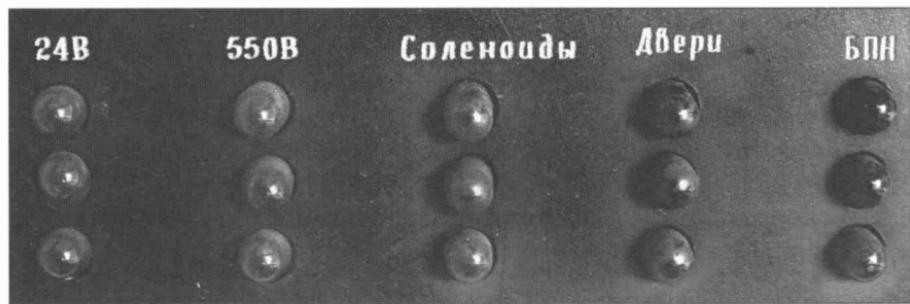

Рис. 5. Вспомогательные световые индикаторы вагона 71-619К.
**На задней стенке кабины, слева от водителя, расположены вспомогательные световые индикаторы (рис. 5).** Они сгруппированы в 3 ряда, соответствующих первому, второму и третьему вагонам при работе в составе поезда по СМЕ. При работе одиночным вагоном используются только индикаторы верхнего ряда: